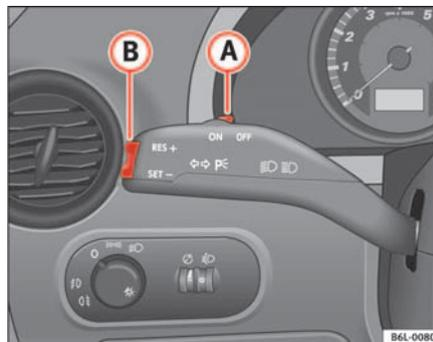

Abb. 101 Blinker- und Fernlichthebel: Schalter und Wippe für die GRA
- Schieben Sie den Schalter ⇒ Abb. 101 (A) nach links auf **ON**.